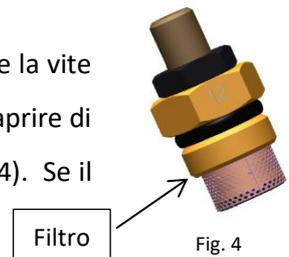

Fig. 4
- 2- Controllare misura della regolazione 4 (per regolazione standard, chiudere la vite e aprirla di 4 giri). Chiudere di $\frac{1}{4}$ giro e provare impianto. Se non cambia, aprire di $\frac{1}{2}$ giro e provare impianto. Se non cambia, pulire filtro regolazione 4 (fig. 4). Se il problema persiste, passare al punto 3.